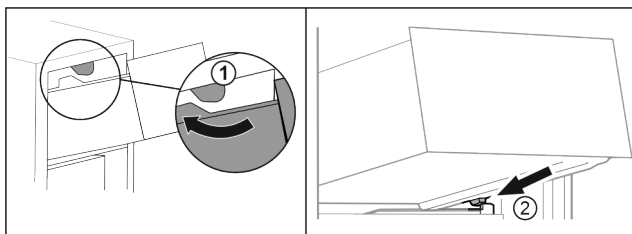

Fig. 22
- ▶ Обведите выдвижной ящик вокруг верхнего стопора. Fig. 22 (1)
- ▶ Наклоняя вниз, установите выдвижной ящик за нижние стопоры на контейнерное ребро. Fig. 22 (2)